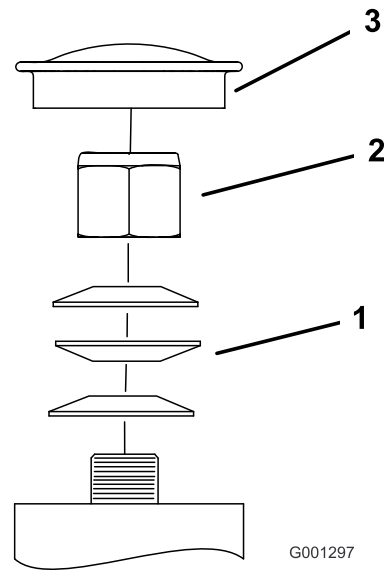

Figura 60
3. Retire el tapón guardapolvo de la rueda giratoria y apriete la contratuerca (Figura 60).
4. Apriete la contratuerca hasta que las arandelas de muelle estén planas, luego afloje  $\frac{1}{4}$  de vuelta para establecer la pre-carga correcta de los cojinetes (Figura 60).
**Importante:** Asegúrese de que las arandelas de muelle están correctamente instaladas, según se muestra en Figura 60.
5. Coloque el tapón anti-polvo (Figura 60).